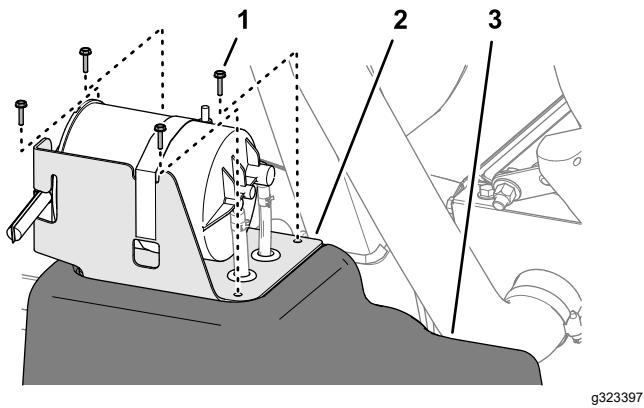

Figura 80
5. Alinee los orificios del soporte del cartucho de carbón con los orificios del depósito de combustible (Figura 80).
6. Monte el soporte en el depósito (Figura 80) con los 4 tornillos (N.º 10 x 3/4").